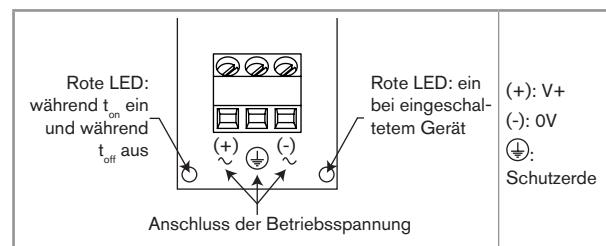
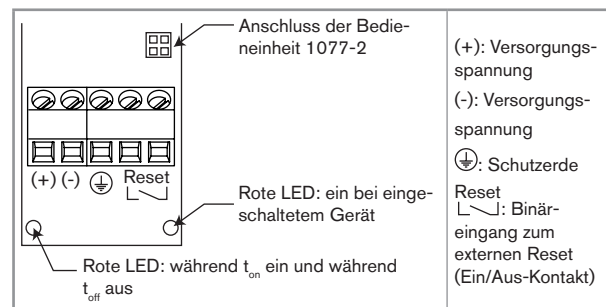

Bild 5: Klemmenbelegung des 1078-1
Bild 6: Klemmenbelegung des 1078-2
- Das Kabel durch die Überwurfmutter dann durch die Kabelverschraubung führen und gemäß Bild 5 oder Bild 6 verkabeln.